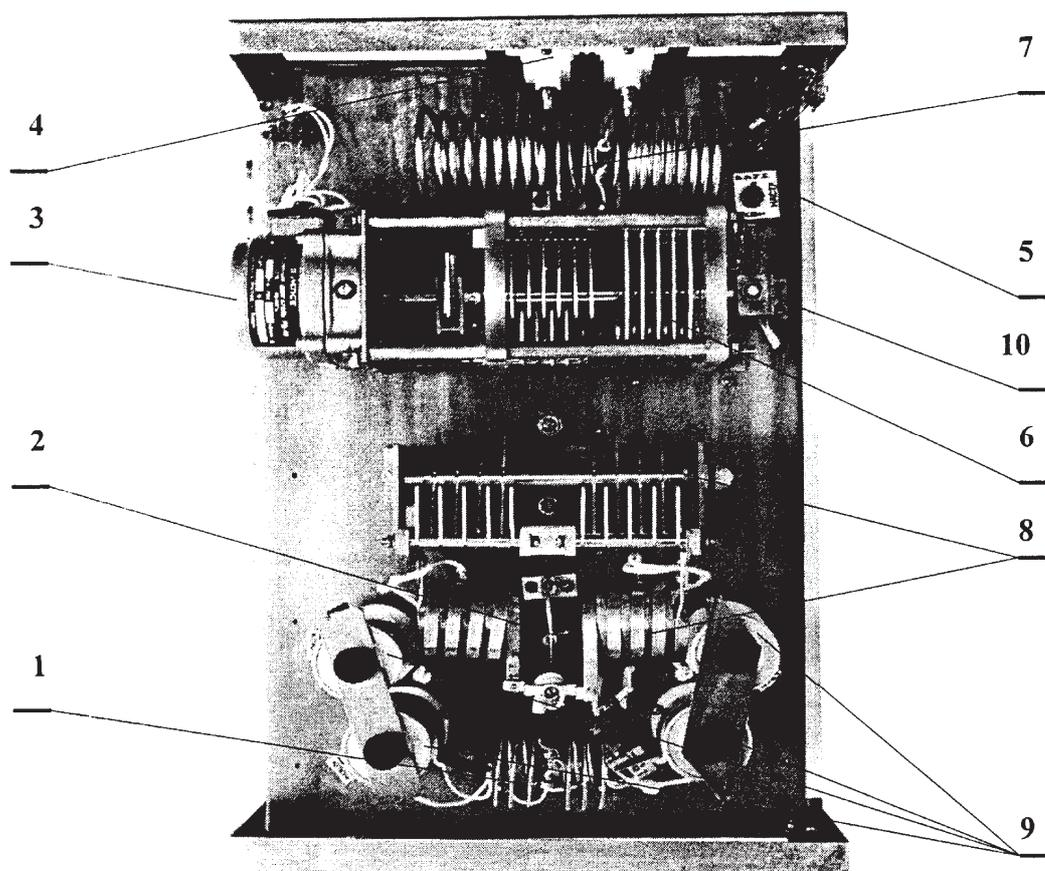
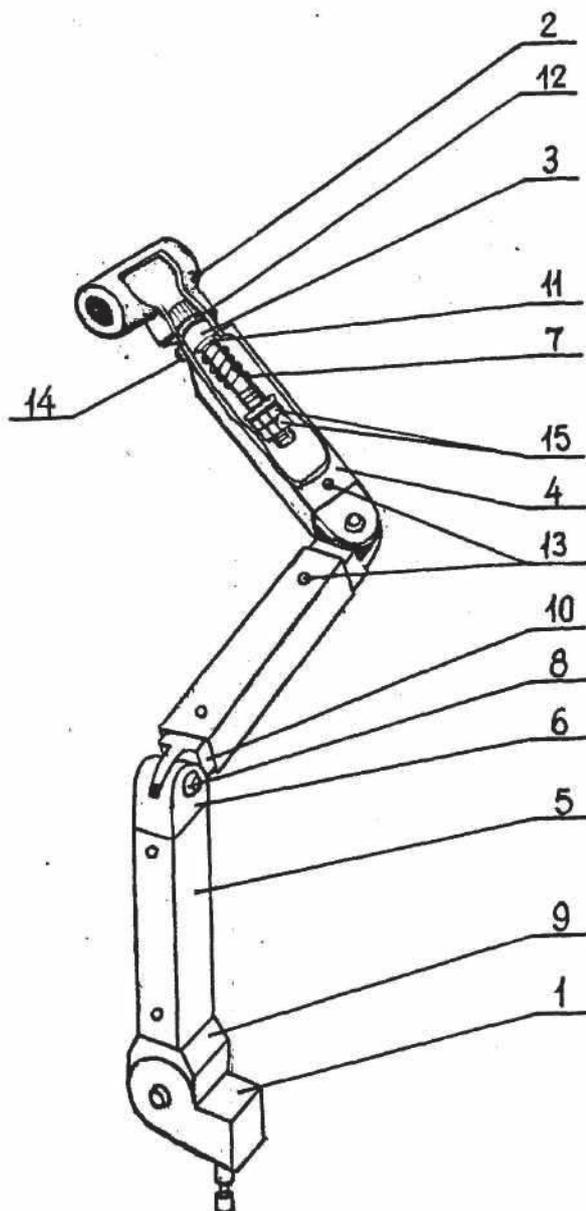

Рис.2
Рис.4
Аппарат состоит из следующих частей: электронного блока (рис.2, 3), электрододержателей (рис.4), электродов и индукторов (рис.5а, 5б, 5в).
6.1.10 На шасси сверху (рис.2) расположены высокочастотный автогенератор (1,2,8,9) в металлическом экране, выходной контур 6, выходные гнезда колодки ПАЦИЕНТ 4, микротумблер НАСТР. РУЧН.-АВТ. 5 и кнопка ВКЛ.НГ ПРИ РАБОТЕ В ИМПУЛЬСНОМ РЕЖИМЕ (ИМ). Для облегчения температурного режима генераторных ламп ГУ-50 используются ламповые панели без арматуры. Ориентирование ламп при установке в панели осуществляется по совмещению выступа в баллоне лампы КЛЮЧ на шасси. Лампы в панелях фиксируются от выпадения пружинными прижимами, расположенными в экране автогенератора.
6.1.12. Электрододержатель (рис.4) представляет собой консольно-шарнирное устройство, предназначенное для установки укрепленных на нем электродов или индуктора резонансного в любое положение, которое может понадобиться при проведении процедуры. Он состоит из трех рукояток 4, 5, выполненных из изоляционного материала и соединенных между собой шарнирами. В верхней рукоятке 5 держателя предусмотрена серьга 2 для установки электродов и индуктора резонансного. Нижняя рукоятка 4 с кронштейном 1 крепится к корпусу аппарата. Винты под пластмассовыми заглушками 8 служат для регулировки усилия затяжки нижнего шарнира.
6.1.13 Электроды конденсаторные (рис.5а) представляют собой две металлические пластины, помещенные внутри пластмассового корпуса 1. Для перемещения одной пластины и установки ее на заданном расстоянии от торцевой поверхности корпуса электрода служит ограничитель 3, снабженный цифрами, указывающими ориентировочное расстояние пластины от корпуса. Разъем 2 служит для крепления электрода в серьгу 2 электрододержателя (см. рис.4) и его подключения к разъему 4 вывода 5, штыри 7 - для подключения к выходным гнездам колодки ПАЦИЕНТ. Планка 6 обеспечивает параллельность проводников вывода 5 в районе колодки ПАЦИЕНТ.
6.1.14. Индуктор резонансный (рис.5б) представляет собой настроенный контур, состоящий из конденсатора и катушки индуктивности специальной формы, помещённый в корпус 1 из полистирола. Зажим 2 служит для крепления индуктора резонансного в серье 2 электрододержателя (см.рис.4), штыри 5 - для подключения к выходным гнездам колодки «ПАЦИЕНТ».